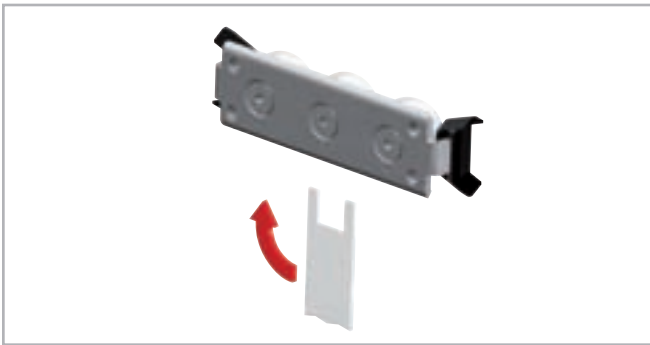

Fig. 25
- Introducir por el lateral, entre la guía y el cursor, la llave especial plana que se entrega con el cursor y colocarla en el eje hexagonal o cuadrado del perno excéntrico a regular (ver Fig. 25).